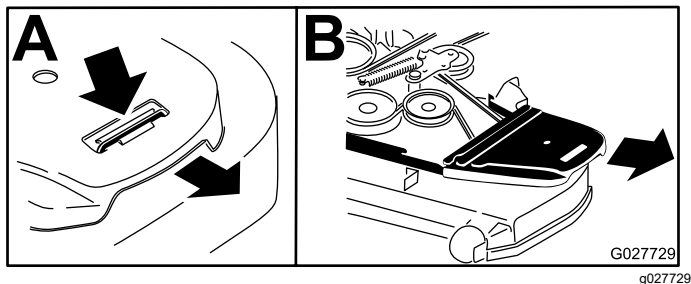

Figura 69
4. Retire las cubiertas de la correa (Figura 69).